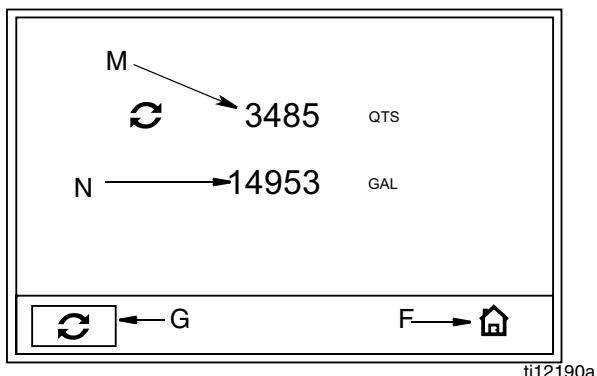

FIG. 26
Pantalla de totales (FIG. 26)
Consulte FIG. 26 para obtener información sobre los términos F, G, M-P
2. Pulse el botón INTRO central para confirmar la selección. Aparecerá la pantalla de totales (FIG. 26).
3. Si desea reponer a cero el campo Total con reposición a cero (M), utilice las FLECHAS IZQUIERDA o DERECHA para colocar el cursor sobre el botón de reposición a cero (G).